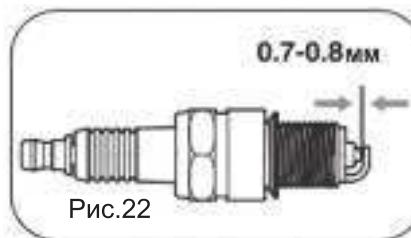

Рис.22
5. Проверьте зазор между электродами свечи зажигания. Он должен составлять 0,7-0,8 мм (рис. 22). При необходимости отрегулируйте зазор.